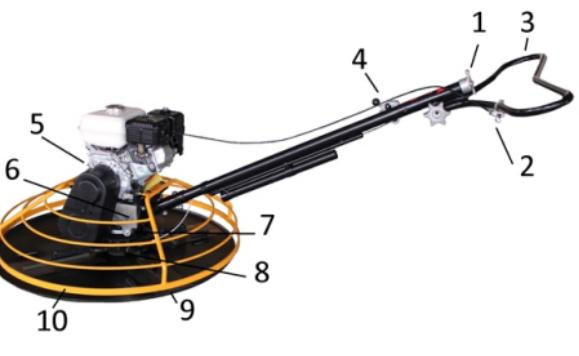

Рисунок 1. Элементы конструкции затирочной машины
1. Установите выключатель зажигания двигателя (1) в рабочее положение.
2. Установите защитный выключатель (см. рисунок 1) в положение 'ON'.